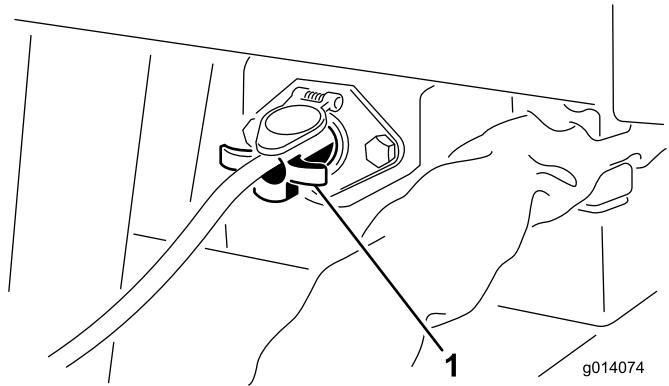

图9
- 在 SH 型号上, 把悬线式开关 (4 个针脚) 插入到机器左前方的插座 (图9)。